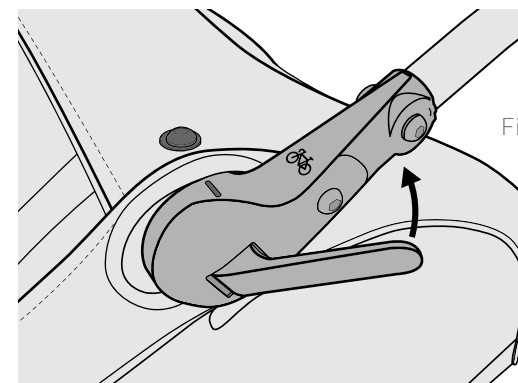

Figura 20
1. **Modo de remolque:** gire siempre la barra de soporte hacia adelante cuando el remolque se encuentre en modo de remolque (Figura 19A). La barra antivuelco debe estar horizontal y paralela al suelo, de modo que la marca en el manillar esté alineada con el perno que sujeta la cubierta (Figura 20).
2. **Modo de paseo / trote:** la barra de soporte puede girarse para servir como manillar mientras el remolque se encuentre en modo de paseo o trote (Figura 19B). Tire de la palanca para girar (Figura 20).